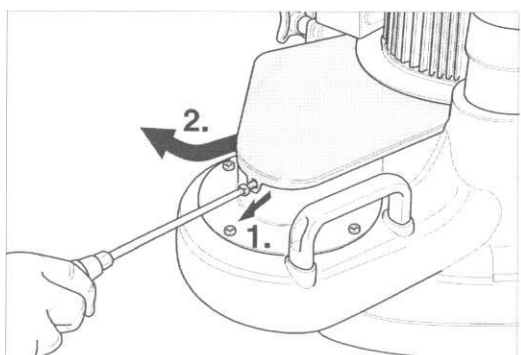

Fig. 46 Retirez la vis de fixation de la courroie trapézoïdale et enlevez la protection de la courroie trapézoïdale.
- 9 Dévissez la vis de fixation de la protection de la courroie trapézoïdale de la bride du coussinet de l'insert du ventilateur (fig. 46).
- 10 Dégagez la protection de la courroie trapézoïdale de la fente se trouvant dans la bride du coussinet du moteur et mettez-la de côté (fig. 46).